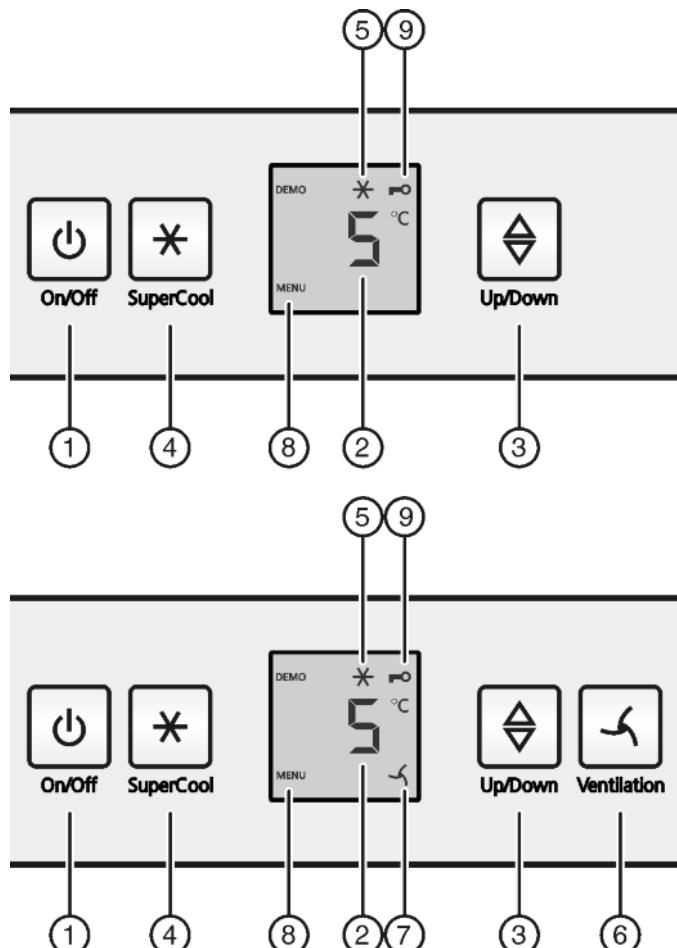

Fig. 2
- ▶ Нажать кнопку On/Off Fig. 2 (1).
- ▶ Нажмите кнопку «SuperCool» Fig. 2 (4) и удерживайте ее прим. 5 секунд.
- ▷ На индикаторе будет отображаться символ «Меню» Fig. 2 (8).
- ▶ Для подтверждения нажать и отпустить кнопку «SuperCool» Fig. 2 (4).
- ▷ На индикаторе горит символ «Защита от детей» Fig. 2 (9).
- ▶ Нажать и отпустить кнопку «On/Off» Fig. 2 (1).
- ▶ Активация модуля регулировки температуры: нажмите кнопку настройки Fig. 2 (3).
- ▶ Температура изменяется с шагом в 1 °C: нажмайтe кнопку настройки Fig. 2 (3) до тех пор, пока на индикаторе температуры не будет высвечиваться требуемая температура.
- Коротко нажмите кнопку SuperCool Fig. 2 (4).
- На индикации горит символ SuperCool Fig. 2 (5).
- Символ SuperCool Fig. 2 (5) на индикации гаснет.
- Коротко нажмите кнопку "Вентиляция" Fig. 2 (6).
- Символ Вентиляция Fig. 2 (7) горит.
- Символ Вентиляция Fig. 2 (7) не горит.